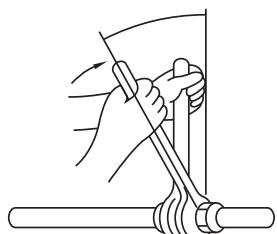

Fig. 5-8
- ④ Lisse tout autour
- ⑤ Rayure sur la surface évasée
- ⑥ L'intérieur brille et n'est pas rayé
- ⑦ Craqué
- ⑧ La même longueur partout
- ⑨ Inégal
- ⑩ Trop
- ⑪ Exemples de mauvais spécimens
- ⑫ Penché
- Appliquer une fine couche d'huile de réfrigérant sur la surface du siège de conduite. (Fig. 5-8)